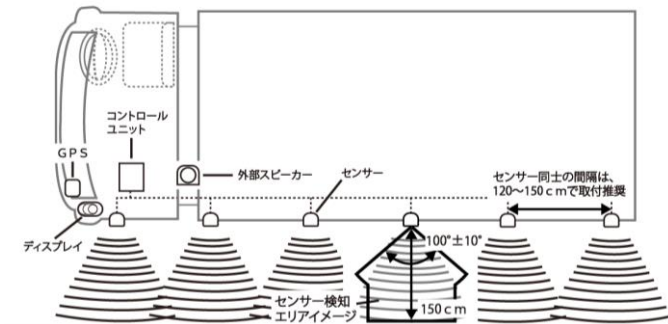

図 2
※図2、3を参考に、本商品を車両へ取り付けしてください。
- ①センサーの取り付け位置を決めてください。センサーは最大で6ヶまで取り付け可能です。
- ・センサー同士の間隔は、120～150cmを推奨（図2参照）。